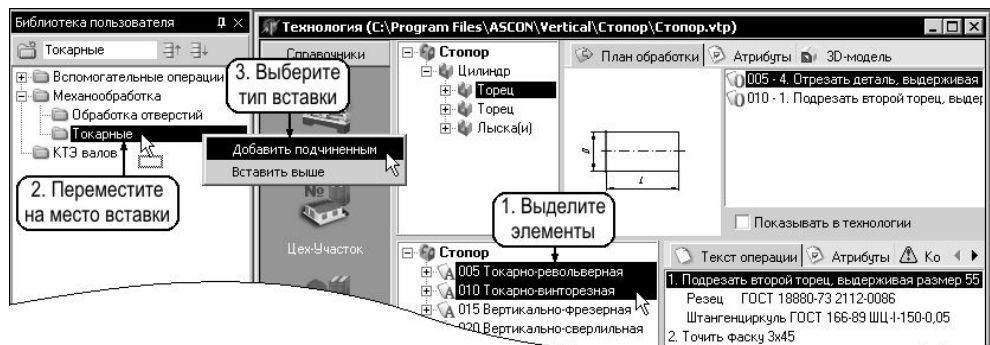

Рис. 9.26. Вставка данных из ТП в библиотеку пользователя
следующем порядке (рис. 9.26):
- пункт **Добавить подчиненным** — если перемещаемые элементы должны подчиняться элементу, указанному в библиотеке пользователя (например, на рис. 9.26 перемещаемые операции требуется скопировать в папку «Токарные»);